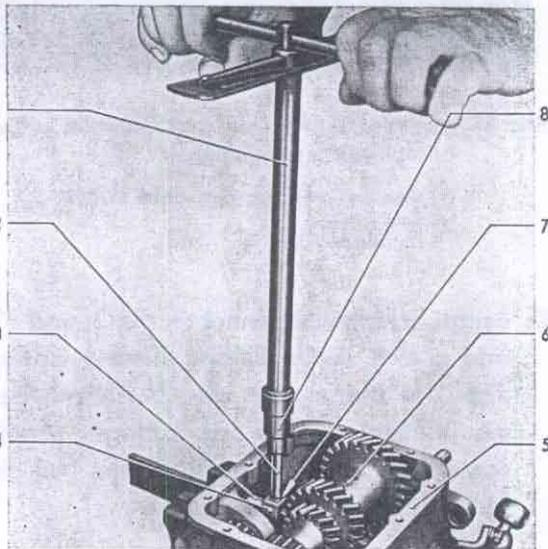

Bild 86 – Zwischenhebel auf Getriebeschaltwelle befestigen
51. Schaltwelle (85/11) so weit verschieben, bis sich die Sicherungsschrauben (85/9 und /10) in Zwischenhebel (85/2 und /8) und Schaltwelle (85/11) einschrauben lassen. Ist das Gewinde in einem Schaltzwischenhebel beschädigt, muß ein neuer Schaltzwischenhebel verwendet werden. **Stets neue Sicherungsschrauben (85/9 und /10) einschrauben. Anzugsmoment der Sicherungsschrauben 2,0 mkg (Bild 86).**